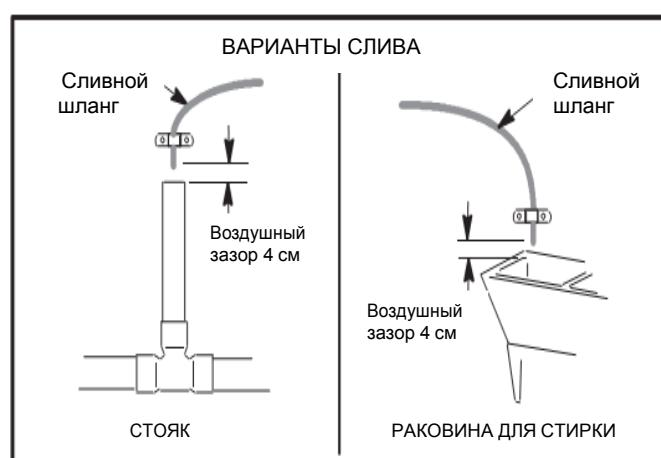
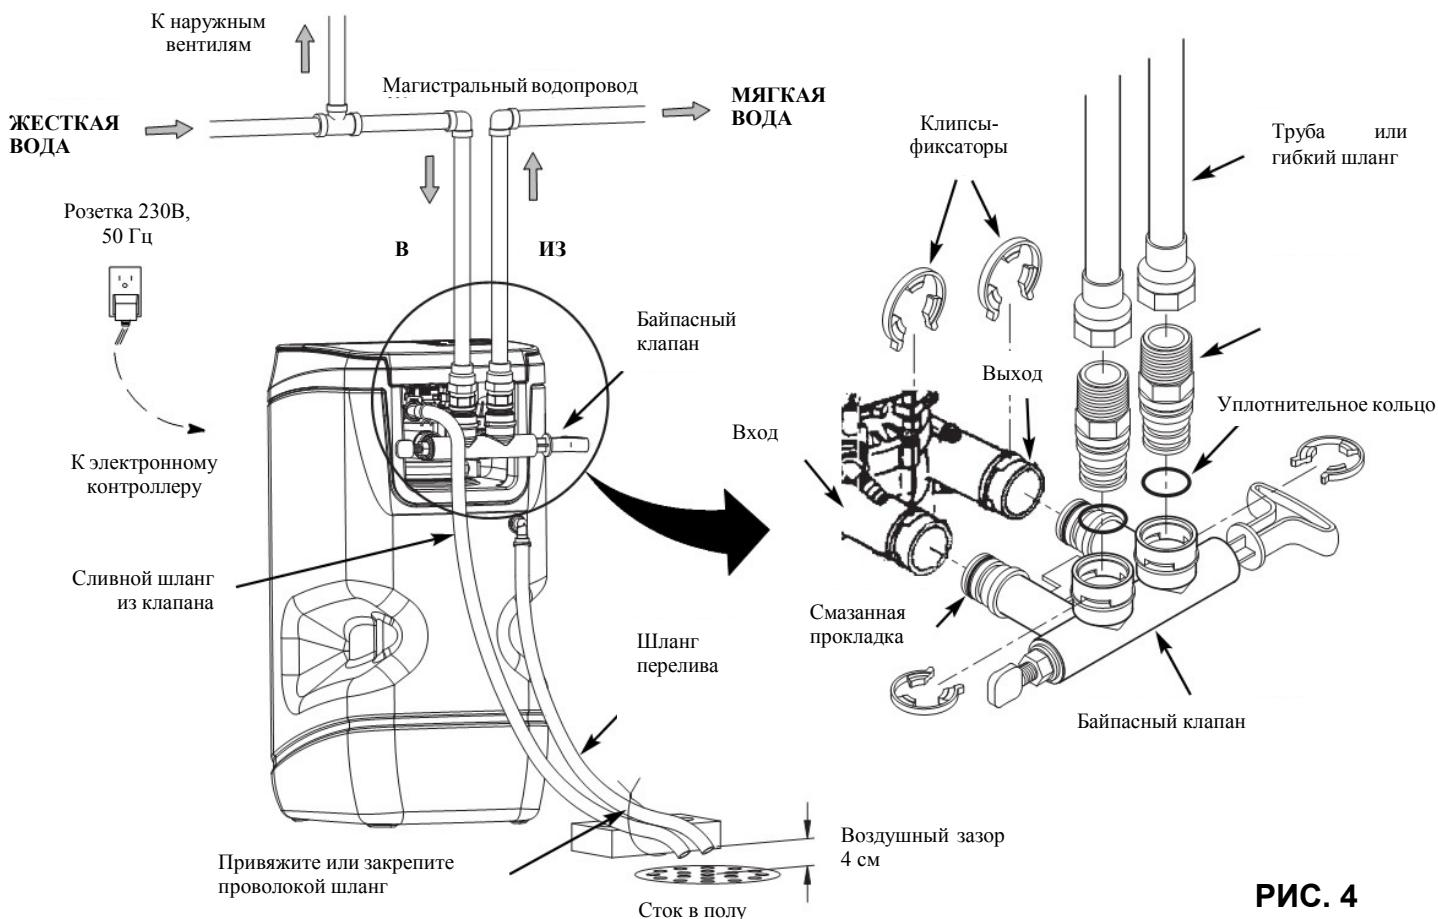

РИС. 2
РИС. 4
- Слив необходим для отвода промывной воды. Предпочтителен сток в полу, ближе к умягчителю воды (см. Рисунок 4). Другими вариантами являются раковина для стирки, стояк и т.п. (см. Рисунок 2).
При установке моноблочного байпасного клапана поставьте смазанные кольцевые уплотнители на оба фитинга байпасного клапана (Смотрите Рисунок 4). Осторожно вставьте байпасный клапан в переключающий клапан умягчителя и поставьте С-образные клипсы-фиксаторы.
- Установите байпасный(ые) клапан(ы) в положение **байпаса** (см. Рисунок 2).